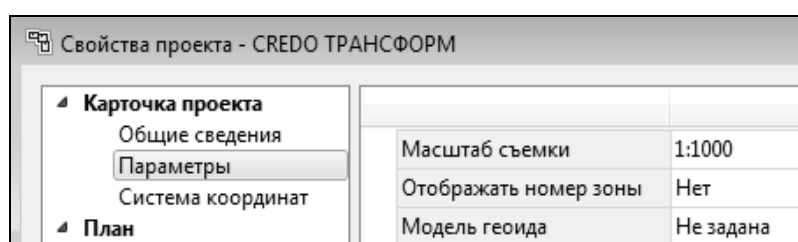

Рис. 2.8. Диалоговое окно «Свойства проекта»
2. В окне СВОЙСТВАХ ПРОЕКТА установите масштаб – **1 : 1000** (рис. 2.8).